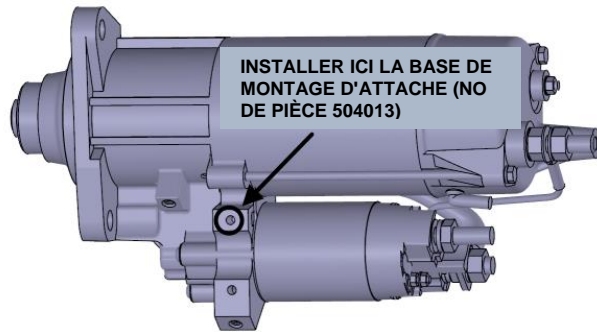
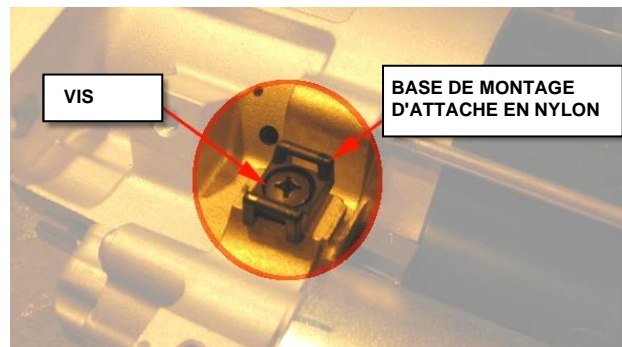

FIGURE 6
FIGURE 7
- e) Installer une base de montage d'attache en nylon (numéro de pièce 504013) sur le démarreur. Se référer à la FIGURE 6 pour trouver l'endroit exact. Fixer la base de montage d'attache en nylon avec une vis (numéro de pièce 502817 (FIGURE 7)).